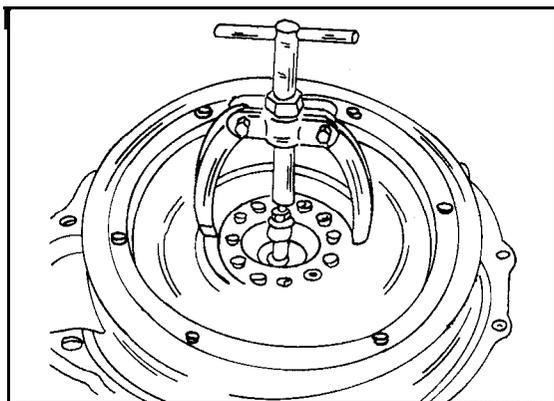

Bild 89
In das Ende der Pleuellagerbohrung ist ein Pleuellager eingesetzt, welches mit einem Pleuellager abgedeckt ist. Falls das Pleuellager ausgebaut werden soll (es kann nach langer Betriebszeit ausschlagen), muss ein Pleuellager verwendet werden, wie er in Bild 89 gezeigt ist. Das Pleuellager kann auch bei eingebautem Motor erneuert werden, jedoch müssen Getriebe und, im Fall eines Schaltgetriebes, die Pleuellager ausgebaut werden (siehe betreffende Kapitel).
- Das Pleuellager entsprechend Bild 89 herausziehen. Die Pleuellager kommt mit dem Pleuellager heraus.